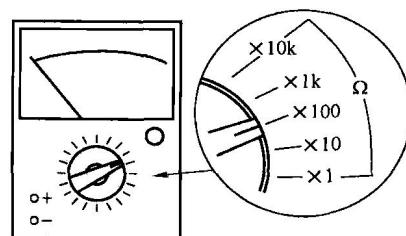

图 1-16
(1) 选择挡位。检测时首先根据电阻器阻值的大小，将模拟万用表（以下简称万用表）上的挡位旋钮转到适当的“ Ω ”挡位，如图 1-16 所示。